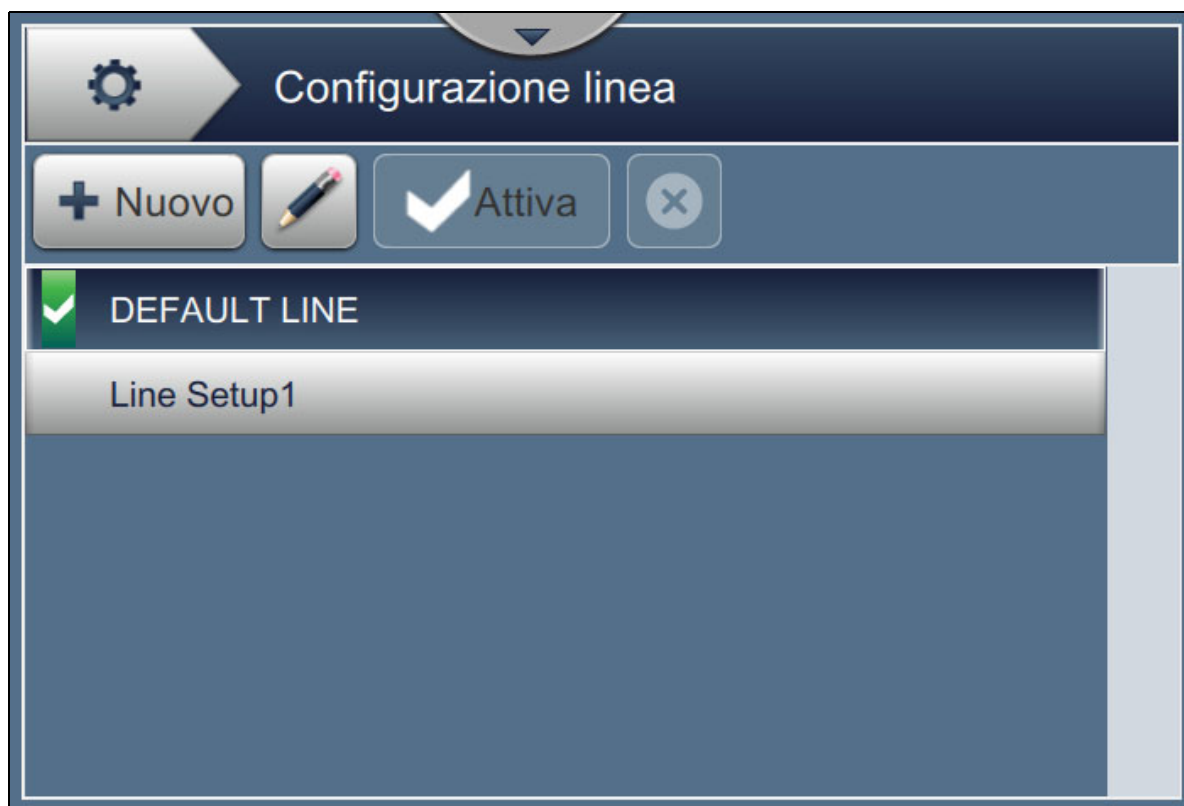

Figura 6-5: Configurazione linea
1. Toccare il pulsante  nella schermata Strumenti. Viene visualizzata la schermata Configurazione linea, come da Figura 6-5.